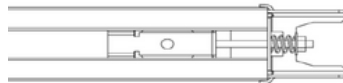

Figure 10
- Apriete la tuerca en la posición correcta como se muestra en la Fig.10, corte la cinta de plástico, corte la rosca de plástico en la rueda dentada, luego complete el riel